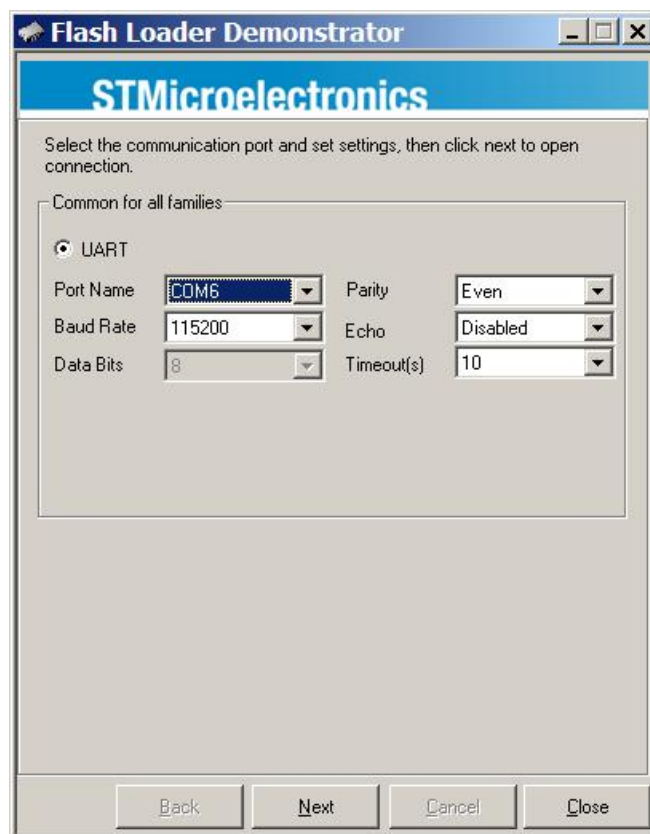

Рисунок 6.1 – Окно «Flash Loader Demonstrator» (1)
6.1.9 Появится окно «Flash Loader Demonstrator» (1) (см. рисунок 6.1).